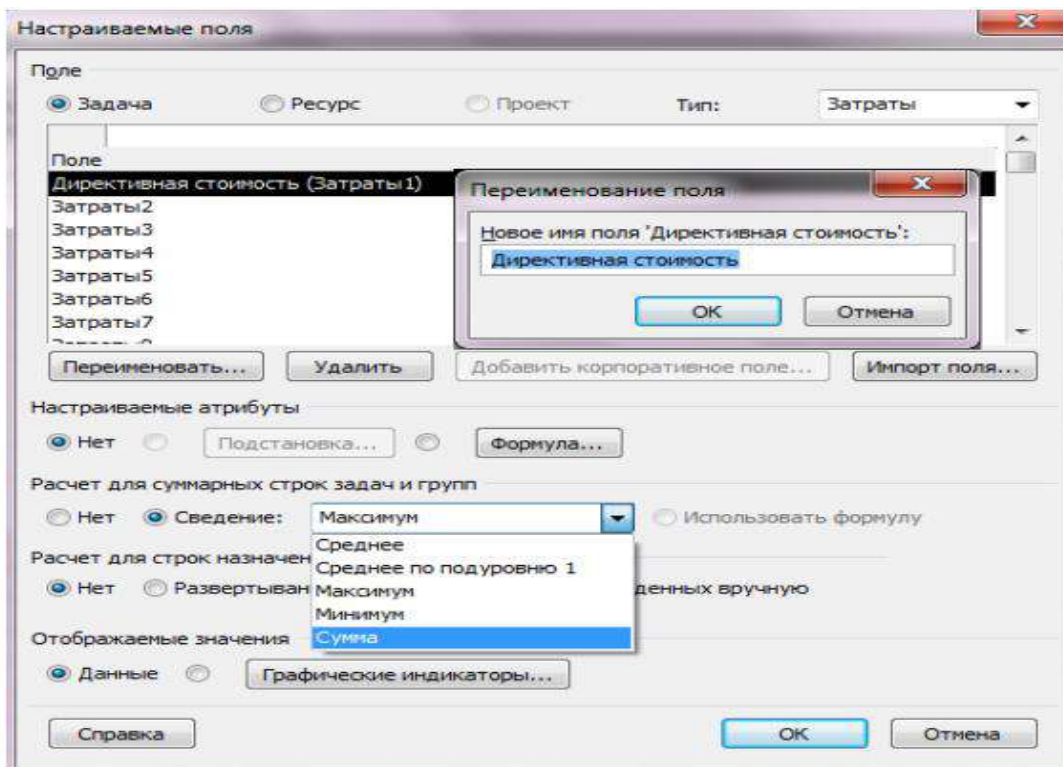

Рис. 9. Перейменування поля
2. Натиснути правою кнопкою миші на назві колонки, вибрати в меню "Настроюванні поля", виділити потрібне поле, натиснути "Перейменувати" і ввести нове ім'я для поля (рис. 9). Даний варіант краще, якщо буде використано налаштування даного проекту під час роботи з іншими проектами.